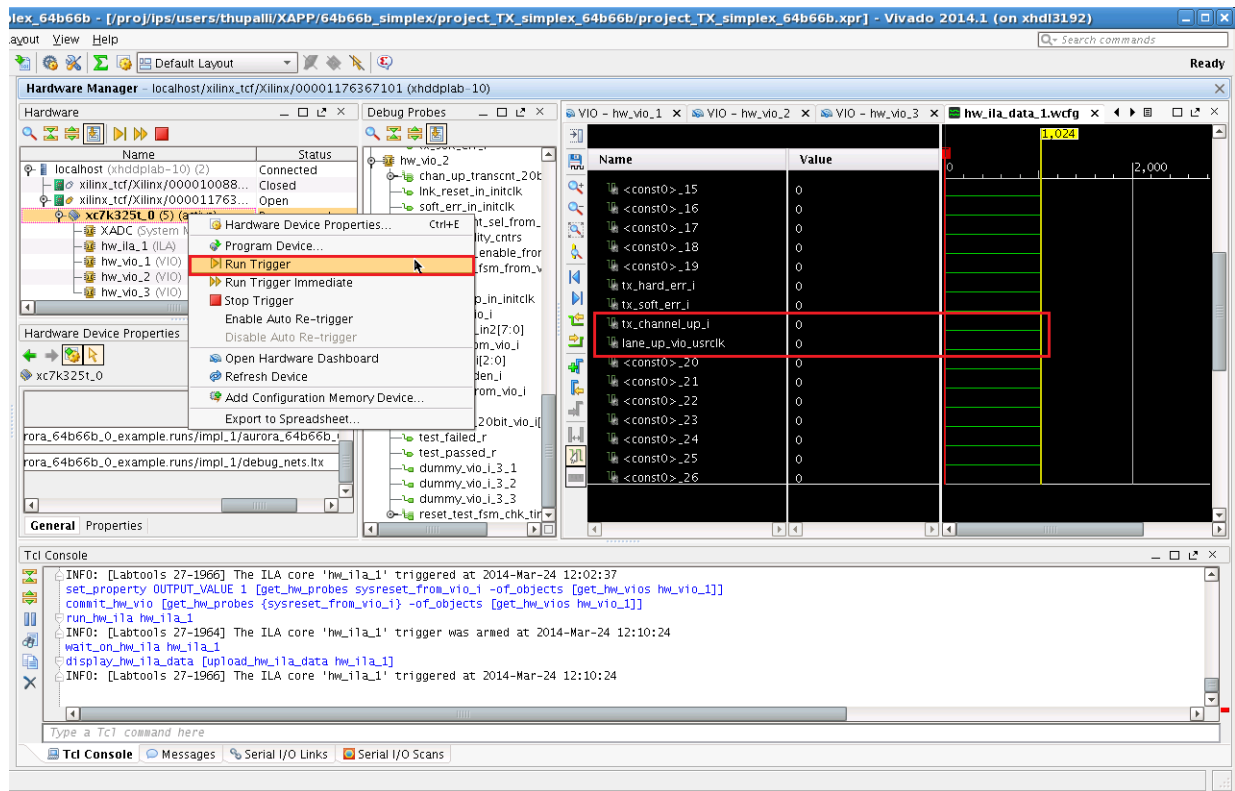

図 27：リセット信号の結果の波形表示
3. 波形表示のタブをクリックして、リセット信号の結果を確認します (図 27)。